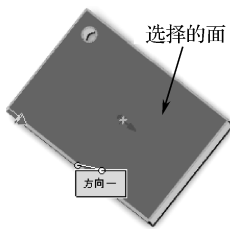

图 6-156 选择的面
- 04 单击“填充边界”选项下的列表框, 单击如图 6-156 所示的面, 然后在“阵列